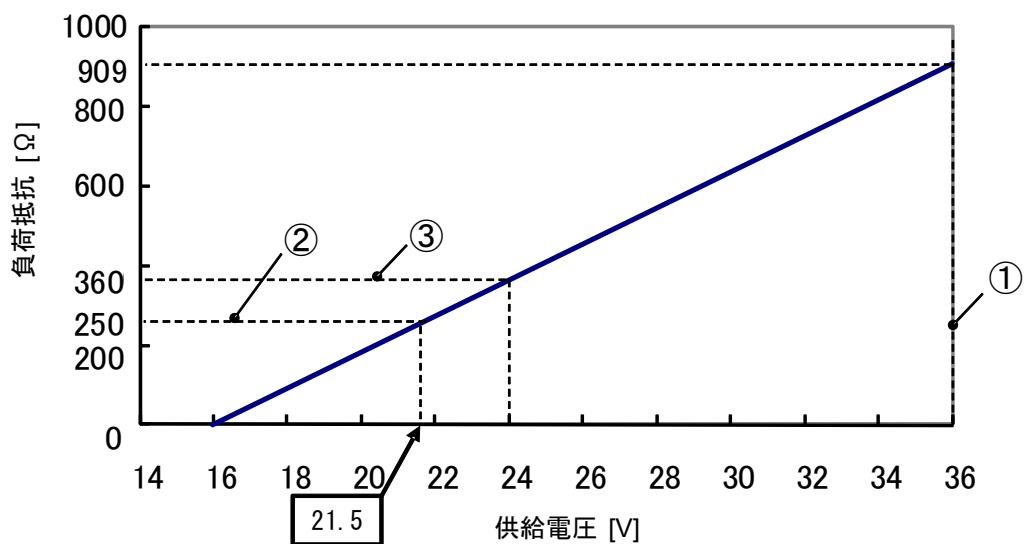

図 3-3 許容負荷抵抗と供給電圧
許容負荷抵抗は図 3-3 のとおりです。
本機器最大供給電圧での最大負荷抵抗値を、図 3-3 中の①で示しています。
通常、HART モデムに使用される抵抗は 250Ω です。図 3-3 中の②で 250Ω 時の電圧 (DC21.5V) を示しています。また、図 3-3 中の③で DC24V 時の負荷抵抗値 360Ω を示しています。